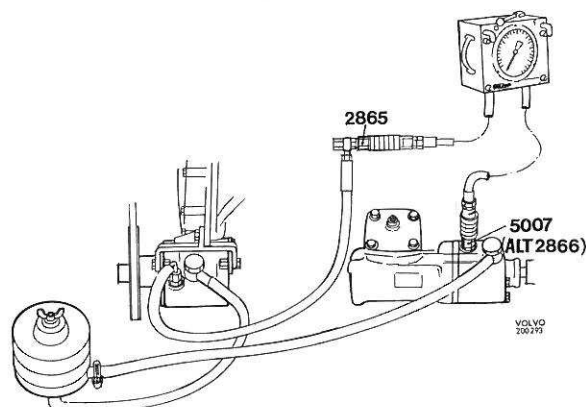

Figure 90. Accouplement de l'équipement d'essai.
1. Coupler l'instrument de test 2864 au conduit de refoulement du boîtier de direction, figure 90. Le flexible d'entrée de l'instrument doit être connecté au raccord banjo avec la tête d'accouplement 2865 (figure 90) et le flexible de sortie, connecté au boîtier de direction avec le raccord 5007 ou 2866. S'assurer que le levier d'inversion de l'instrument se trouve en position ouverte (à gauche).